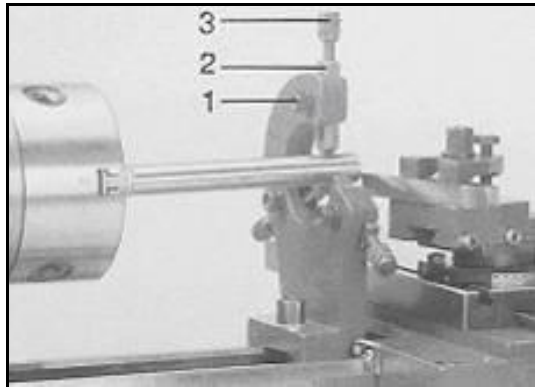

Рис. 22
Поворачивая винты с накатной головкой (3, Рис.22) пока все упорные губки (2) не соприкоснутся с заготовкой, не зажимая ее.